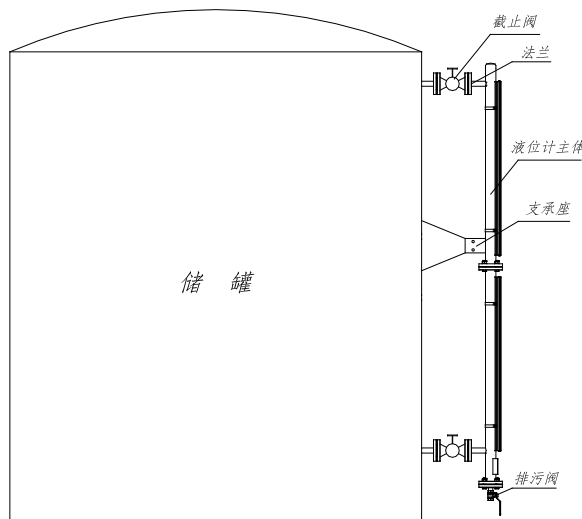
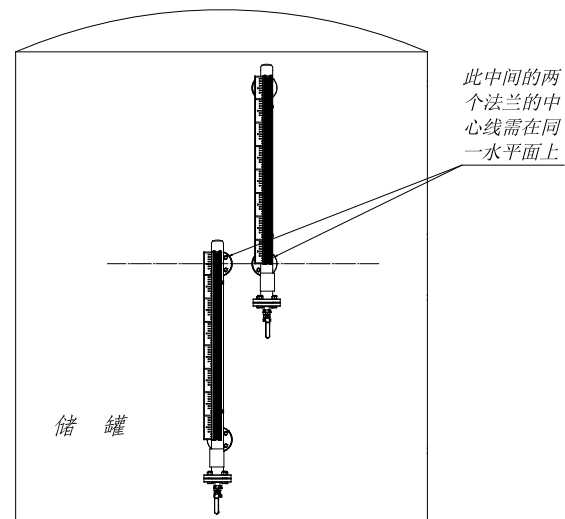

图 8
图 9
- (1) 为防止运输途中磁浮子在浮筒内滑动而被撞击，液位计出厂前，用尼龙带将浮子固定在浮筒边，用户在安装前需打开下法兰，将浮子放进浮筒内（带有箭头和重端磁性一端朝上）。
- (2) 液位计与容器之间应装有阀门，以便清洗和检修时切断物料。
- (3) 液位计筒体周围不允许有铁磁体靠近，禁用铁质卡箍，否则会影响液位计正常工作。
- (4) 对于顶装式磁翻板液位计在安装时，液位计护导管和主体导管必须保持垂直且在同一竖直线上，浮球连杆不能弯曲，必须挺直装入。
- (5) 对于内衬防腐型磁翻板液位计，由于浮筒与法兰衔接处采用独特的密封结构，需借助专用的工具装配，为保证密封可靠性，出厂后禁止私自拆卸。
- (6) 带干簧管远传、磁开关和电伴热附加装置的磁翻板液位计，均带有接地端子，在安装完毕后必须进行牢靠接地。
- (7) 液位计安装完毕后，需用磁钢进行校正，使零位以上显示银白色，零位以下显示红色。
- (8) 液位计投入运行时，应先打开上引液管阀门，然后慢慢开启下引液管阀门，让液体介质平稳流入，避免液体介质带着浮子急速上升，造成翻片翻转失灵或翻乱（如遇此现象，可用磁钢进行校正）。
- (9) 液位计浮筒内不应有固体杂质进入，以免对浮子造成堵塞。可根据介质情况，定期清洗浮筒，清除内部杂质。
- (10) 对于超长型液位计（测量范围大于 4m），物流运输成本较高，一般进行分段制作液位计。分段方法有以下两种形式，可根据客户现场设备的实际接口形式而定。图 8 形式是将一台液位计分成两段，安装时先组装对接好连接法兰，在进行对接操作时可适当松开显示面板，支承点的数量根据液位计的长短来定；图 9 形式是分成两台独立的液位计，这种形式的结构要求储罐中间的两块法兰的中心线处在同一水平面上，以实现液位显示的连续性。